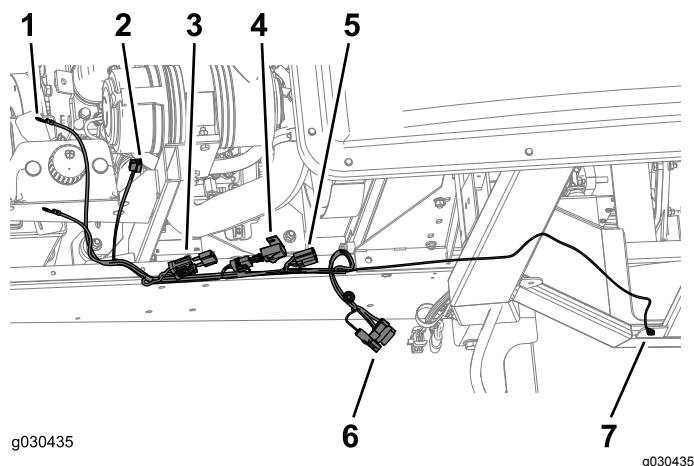

Bild 3
1. Verlegen Sie den Kabelbaum entlang der rechten Seite des Maschinenrahmens (Bild 3).